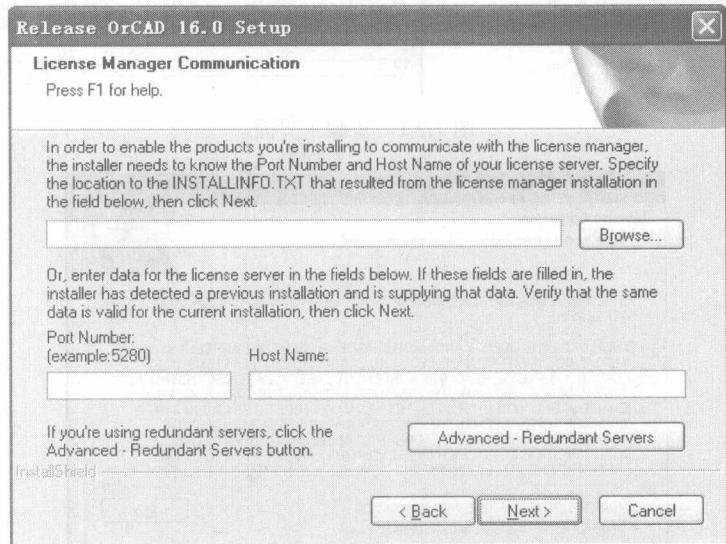
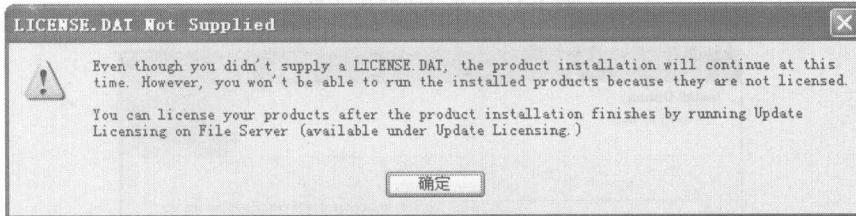

图 1.2.5 License Manager Communication 对话框
图 1.2.6 环境变量提示框
(4) 在弹出的如图 1.2.5 所示的 License Manager Communication 对话框中, 可选择性填写, 也可不填, 单击 Next 按钮。系统弹出如图 1.2.6 所示的提示框, 提示最后须将 License.dat 写入系统环境变量, 以保证程序的正常运行。这里采用后一种安装方式。